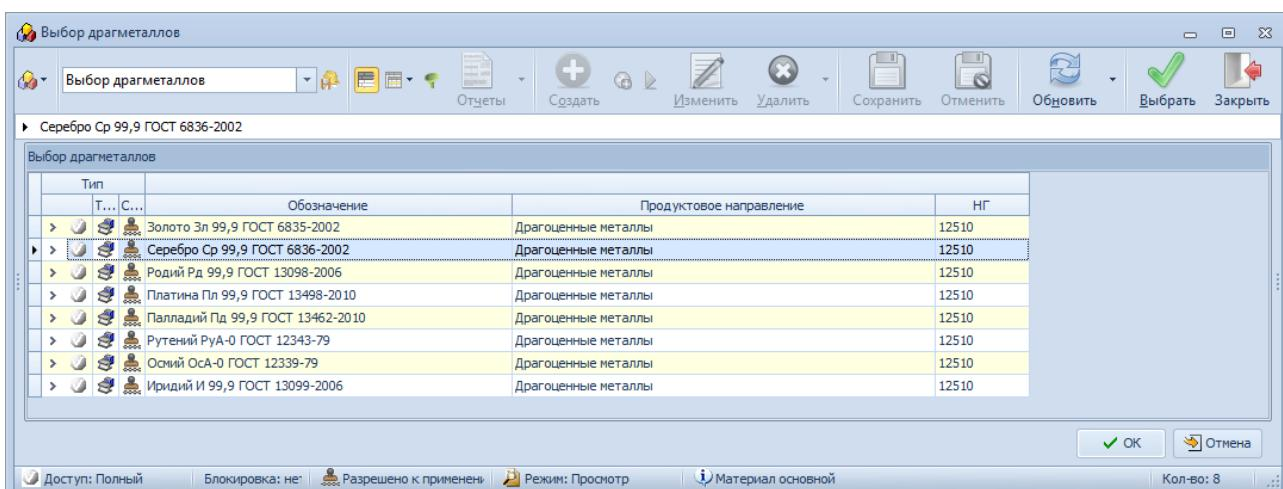

Рисунок 204. Пример выбора номенклатурной позиции драгметалла
В результате — откроется окно «Выбор драгметаллов» (рис. 204).
2.1.2 В списке драгметаллов выбрать нужную номенклатурную позицию и выделить её щелчком левой кнопки мыши (рис. 204).